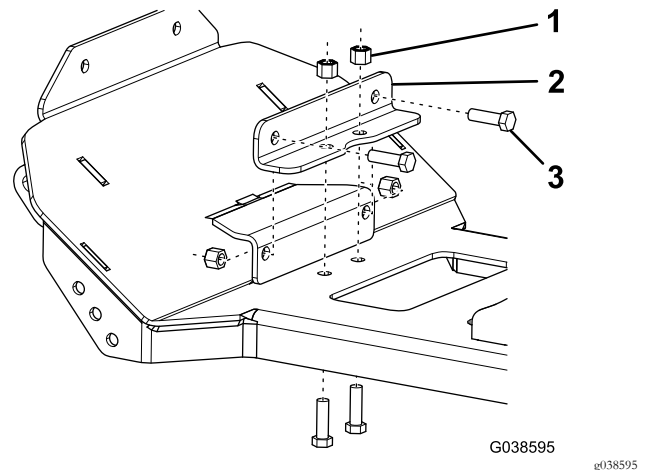

Figure 2
4. Alignez la cornière et la traverse de renfort du véhicule, et fixez-la à la plaque de protection du véhicule et du chasse-neige à l'aide de 4 boulons (3/8 x 1-1/4 po) et 4 contre-écrous (3/8 po), comme montré à la Figure 2.